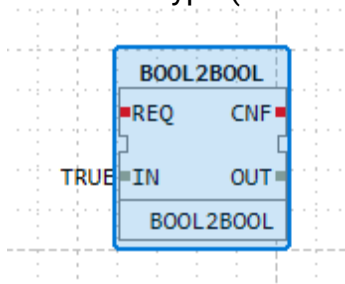
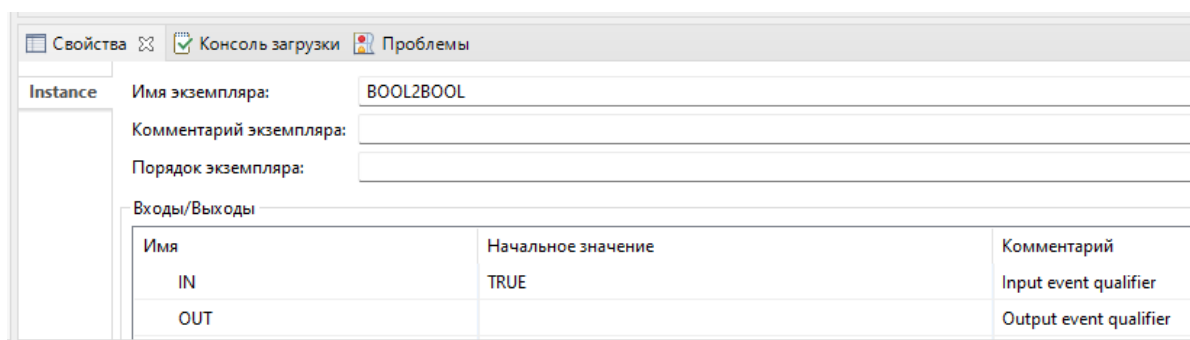

Рисунок 41 – Значение TRUE на входе
Рисунок 42 – Установка значения TRUE в свойствах ФБ
- в свойствах блока (см. рисунки Рисунок 41, Рисунок 42) в поле «Начальное значение»